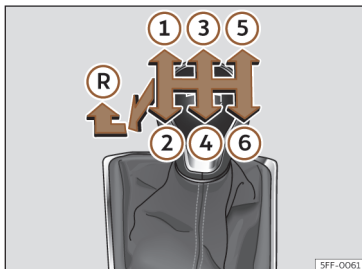

Fig. 122 Esquema de uma caixa de velocidades manual de 6 velocidades.
Na alavanca das velocidades indicam-se as posições das velocidades >>> **Fig. 122**.
- Com a alavanca das mudanças em ponto morto, pressione-a para baixo, mova-a para a esquerda até ao fim e depois para a frente para selecionar a marcha-atrás >>> **Fig. 122 (R)**.